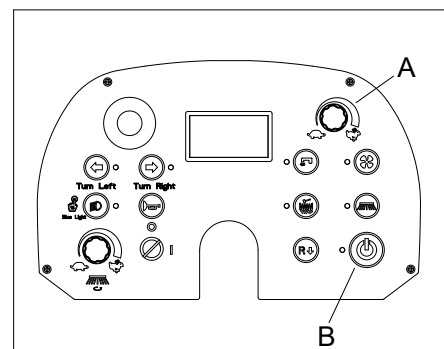

Figure 12
En travaillant sur des sols humides, il est essentiel de désactiver le système d'aspiration en appuyant sur le bouton d'aspiration (A, figure 12) afin d'éviter d'endommager le filtre à poussière.
5. Pour un bon fonctionnement de la machine, le filtre à poussière doit être aussi propre que possible. Pour le nettoyer pendant le balayage, activer l'agitateur de filtre en appuyant sur le bouton de l'agitateur de filtre (B, figure 12). Pendant cette opération, le moteur d'aspiration est automatiquement désactivé. Après avoir nettoyé le filtre, le système d'aspiration reprend automatiquement son fonctionnement ; puis recommencer le balayage. Pendant le fonctionnement, le mode « nettoyage automatique du filtre » peut être activé en appuyant sur le bouton du secoueur du filtre (B, figure 12) pendant 1 seconde, ce qui peut répéter la procédure de nettoyage du filtre toutes les 10 minutes en moyenne (en fonction de la saleté de la zone à nettoyer, l'intervalle peut être réglé de 1 à 60 minutes, pour le réglage des paramètres se reporter au manuel d'entretien).